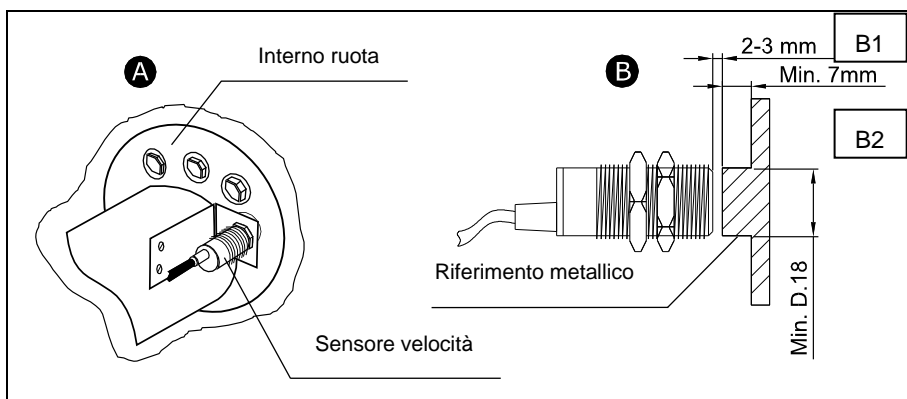

Figura 4. Installazione del sensore di velocità.
Il sensore di velocità può essere installato a piacere ove esista un movimento meccanico, nella ruota (anteriore o posteriore) del mezzo/macchina agricola oppure creando un riferimento in metallo sporgente di almeno 7 mm ( Figura 4 rif. B2). Si consiglia di installare il sensore di velocità all'interno della ruota, posizionando la testa del sensore di fronte ai bulloni del cerchio (Figura 4 – rif. A e B).
**N.B.:** si consiglia di eseguire l’operazione almeno 2 volte di seguito, verificando che il valore rilevato sia sempre lo stesso  $\pm 1$  impulso. Se la differenza è maggiore, significa che il sensore di velocità NON è posizionato correttamente. Quindi si dovrà controllare il montaggio ( vedi Figura 4)